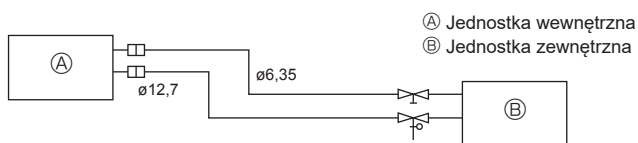

Fig. 5-2
(1) Poniższa tabela zawiera dane techniczne rur dostępnych na rynku. (Fig. 5-2)